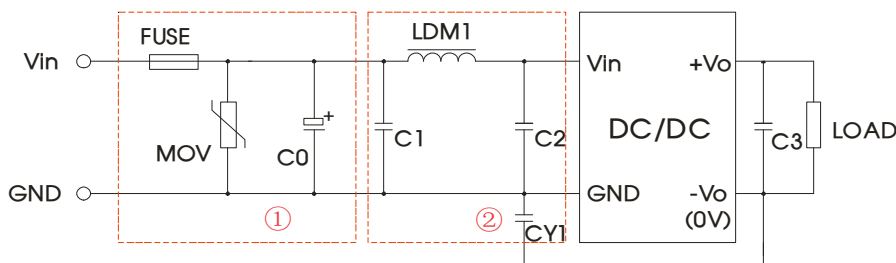

图3
- ①图 3 中第①部分用于 EMS 测试；第②部分用于 EMI 滤波，可依据需求选择；
②若图中元器件无附其参数说明，则此型号外围中不需要这个元器件。